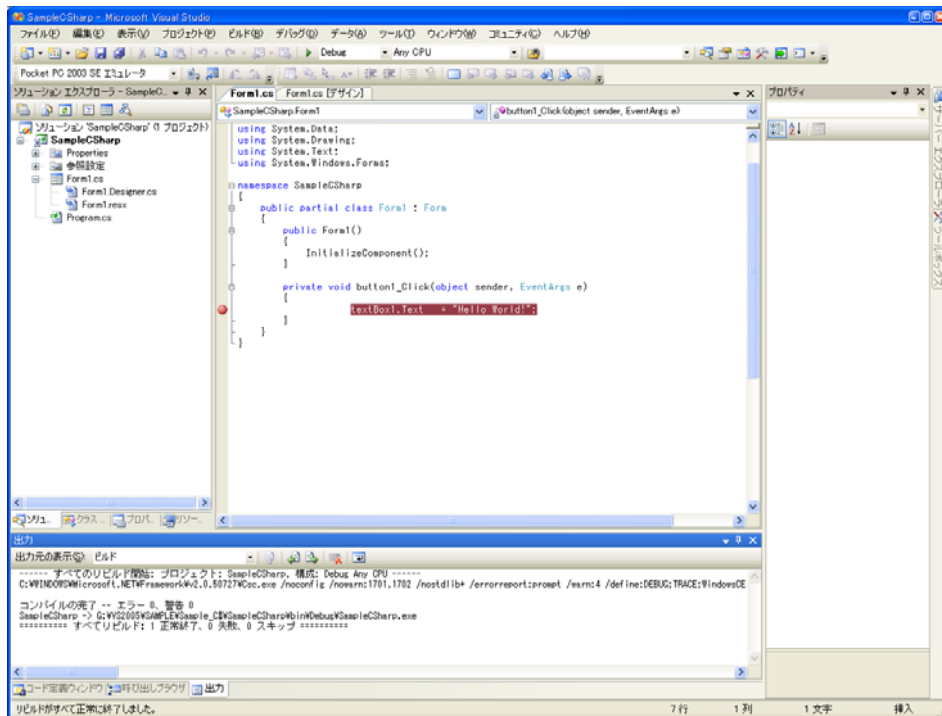

図 4-5-2-2. デバッグの準備
- ⑤ メニューから[デバッグ]-[デバッグの開始]を選択します。転送先デバイスを指定するダイアログが表示されますので、[ASP G3N SDK Release SH4 デバイス]を選択し[配置]ボタンを押します。(図 4-5-2-3)